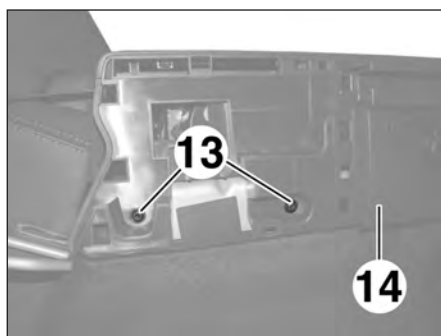

FIG.77
• Déposer les vis (13) de la garniture de tablette arrière (14) (Fig.77).